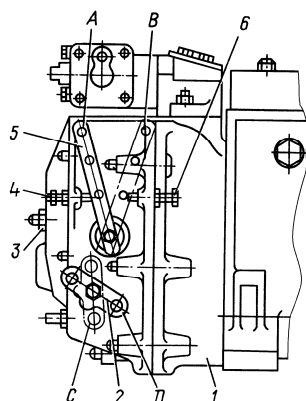

Рис. 8. Регулятор частоты вращения:
13. Установив скобу регулятора в положение "D" (рис. 8) выключенной подачи топлива, в течение 10-15 секунд провертывать стартером коленчатый вал двигателя и по показаниям манометра определить наличие давления масла в центральном масляном канале. При наличии давления можно пускать двигатель.
Рычаг 2 (рис.8) останова регулятора установить в положение "С" включенной подачи топлива, а рычаг 5 управления регулятором - в положение "А", соответствующее минимальной частоте вращения.
1. Подготовить двигатель к пуску как указано выше. Рычаг 2 (рис. 8) останова регулятора установить в положение "С" включенной подачи топлива, а рычаг 5 управления регулятором повернуть в среднее положение.